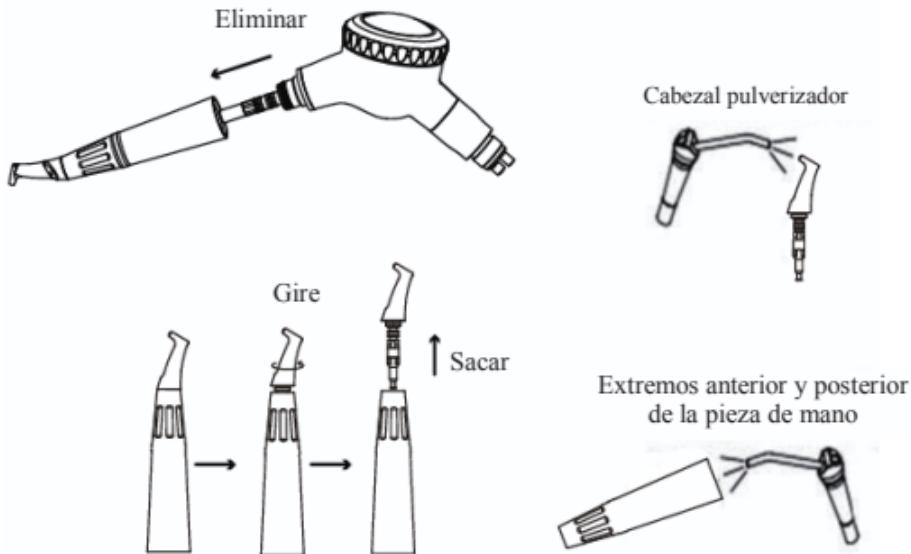

Figura 10 Diagrama esquemático de la limpieza de la pieza de mano
- ① Retire la pieza de mano de la pieza de mano de pulido neumático dental, desenrosque el cabezal pulverizador y extráigalo, como se muestra en la figura 10;
- ② Apunte la pistola de aire comprimido a la boquilla y sople el polvo del interior de la boquilla;
- ③ Utilice una pistola de aire para soplar los extremos delantero y trasero de la pieza de mano para limpiar la humedad restante en la pieza de mano.
- ④ Si el cabezal rociador está bloqueado, utilice la aguja para limpiarlo.